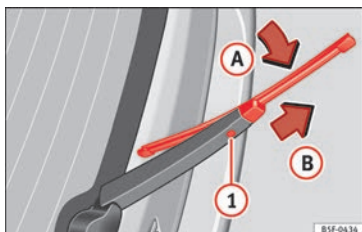

Abb. 83 Scheibenwischerblatt der Heckscheibe auswechseln.
- Wischerblatt leicht drehen » **Abb. 83** (Pfeil **A**).